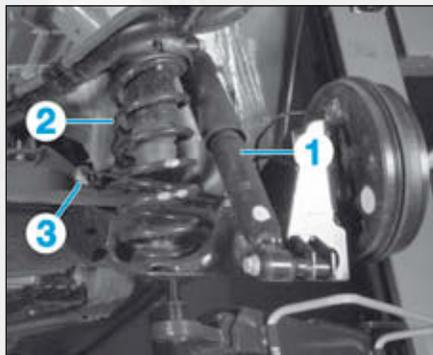

FIG.27
- les amortisseurs arrière (1) (Fig.27),
- les ressorts de suspension (2).
- Débrancher les canalisations de frein en (3) à gauche et à droite.